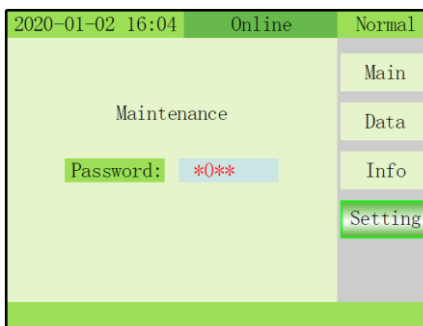

Fig. 3-16 Menú Setting/Maintenance
- 10) MAINTENANCE: Pulse la tecla  + OFF para entrar en mantenimiento y mostrar una ventana de contraseña. Este menú es solo accesible a personal autorizado. Contacte con ZIGOR para recibir formación acerca del uso de este menú. (Fig. 3-16).